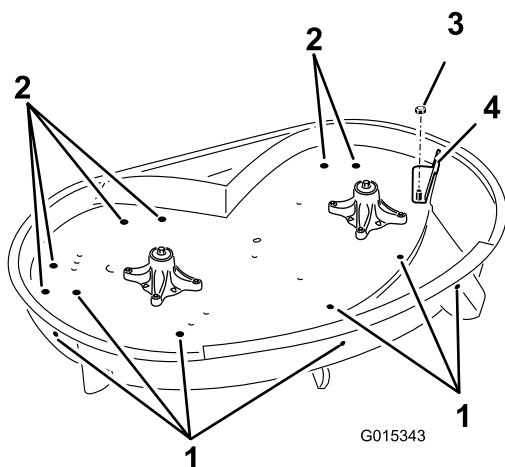

Bild 1
5. Ermitteln Sie die Löcher, die in Bild 1 abgebildet sind und gehen Sie folgendermaßen vor: